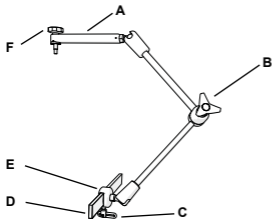

Abbildung 1: Gelenkarm Feldgenerator
Siehe Abbildung 1.
3. Öffnen Sie die Mittelklemme des Gelenkarms (Abbildung 1, B).